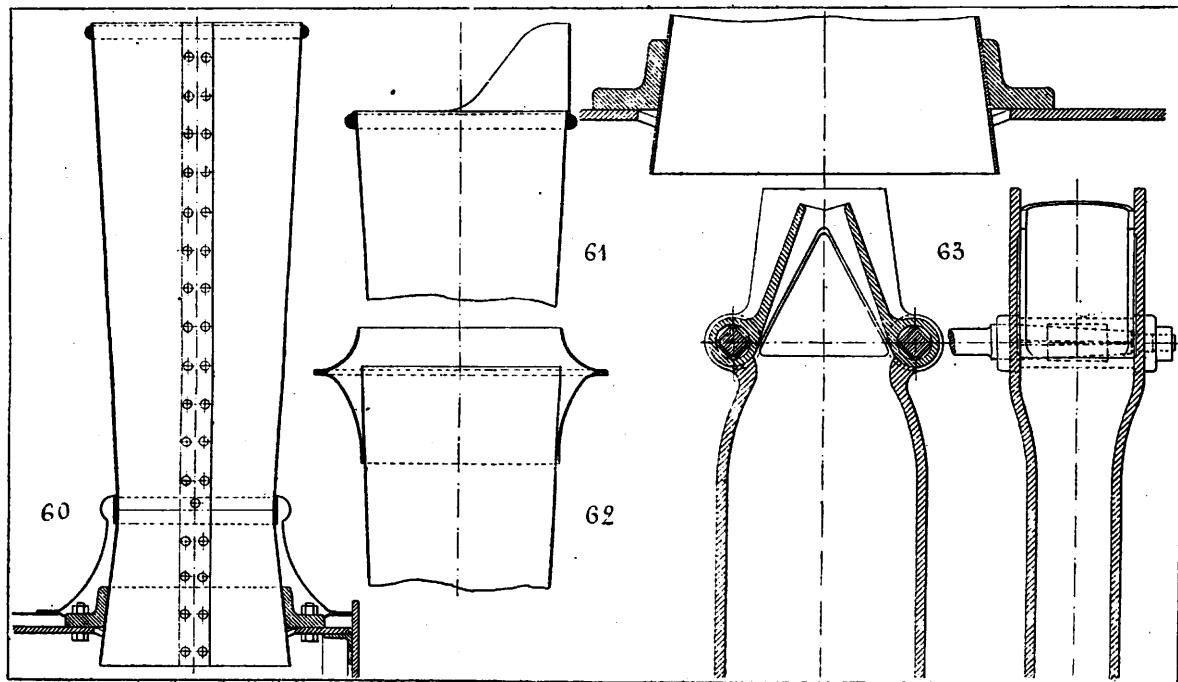

Fig. 60. Cheminée. — Fig. 61. Ecran de cheminée. — Fig. 62. Chapiteau de cheminée. — Fig. 63. Echappement à valves.
37. Cheminée. — La cheminée de la locomotive (fig. 60) est forcément très courte. On admet généralement qu'il convient de lui donner une hauteur égale à trois fois son diamètre le plus étroit, mais on en voit de bien moins hautes. Pour éviter que le vent ne coupe le courant qui s'échappe par la cheminée, on fait quelquefois usage d'un écran placé à l'avant (fig. 61); les Anglais, dans le même but, la garnissent d'un chapiteau (fig. 62), qui a l'avantage d'agir de même dans toutes les directions.
Les cheminées sont cylindriques ou ont un profil évasé, comme celles de la compagnie de l'Est (fig. 60). Les avantages comparatifs